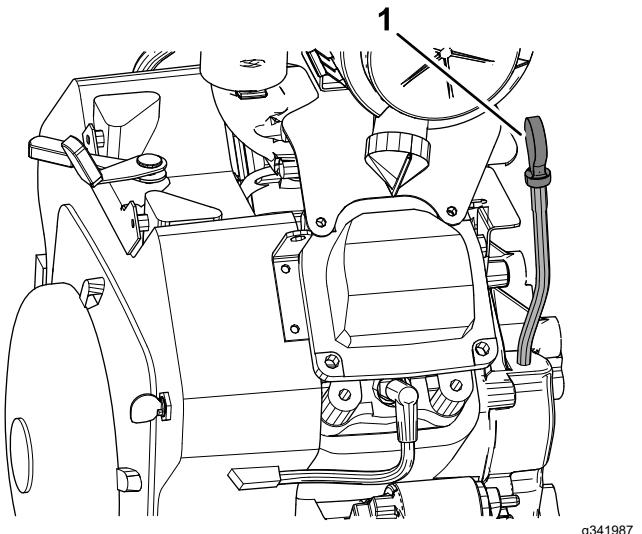
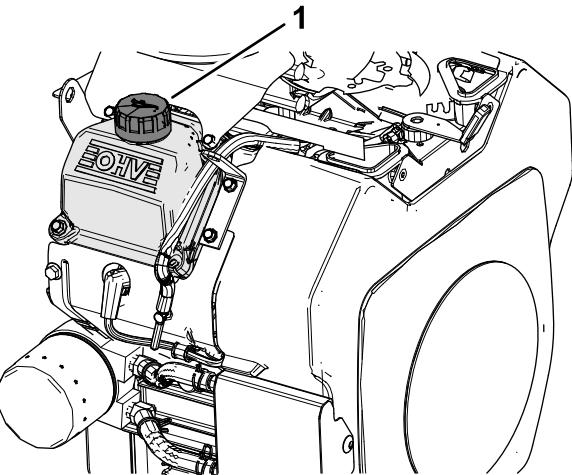

Figura 28
Figura 29
2. Limpie la zona alrededor de la varilla de aceite y el tapón de llenado de aceite de la tapa de válvulas (Figura 28 y Figura 29).
3. Retire la varilla de aceite y límpie el extremo (Figura 28).